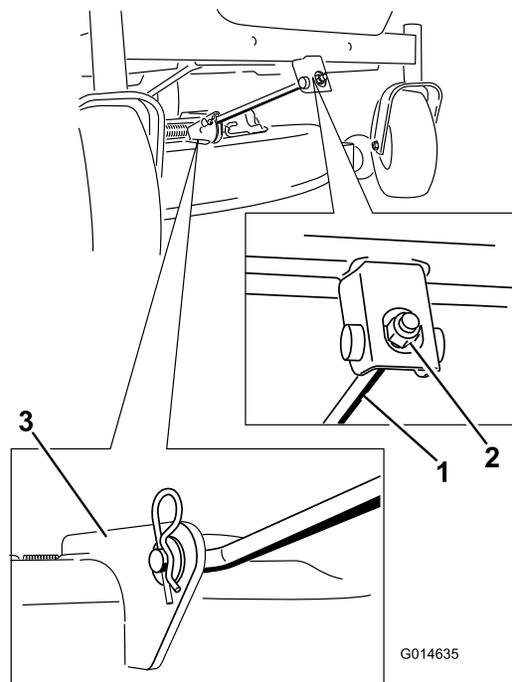

Figura 55
4. Retire la chaveta de la varilla de soporte delantera y retire la varilla del soporte de la carcasa (Figura 55). Baje cuidadosamente la parte delantera de la carcasa de corte al suelo.
- Conecte la varilla de soporte delantera a la carcasa de corte con el pasador y la chaveta (Figura 55).